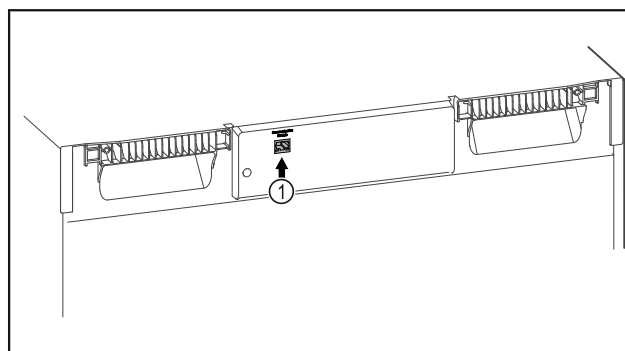

Fig. 88
- Vstavljen je SmartModule Fig. 88 (1).